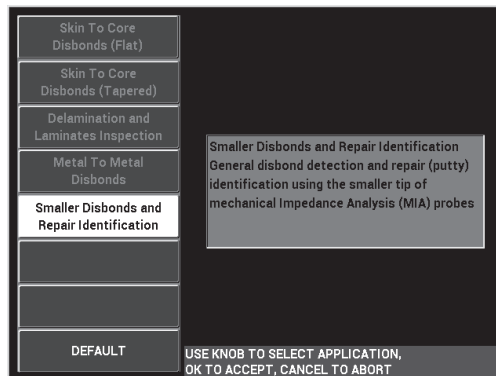

Figura 6-62 Aplicação para descolamentos pequenos e identificação de reparo
3. Selecione a aplicação **Smaller Disbonds and Repair Identification [Pequenos descolamentos e identificação de reparo]** e, em seguida, pressione ✓ para aceitar (veja Figura 6-62 na página 176).